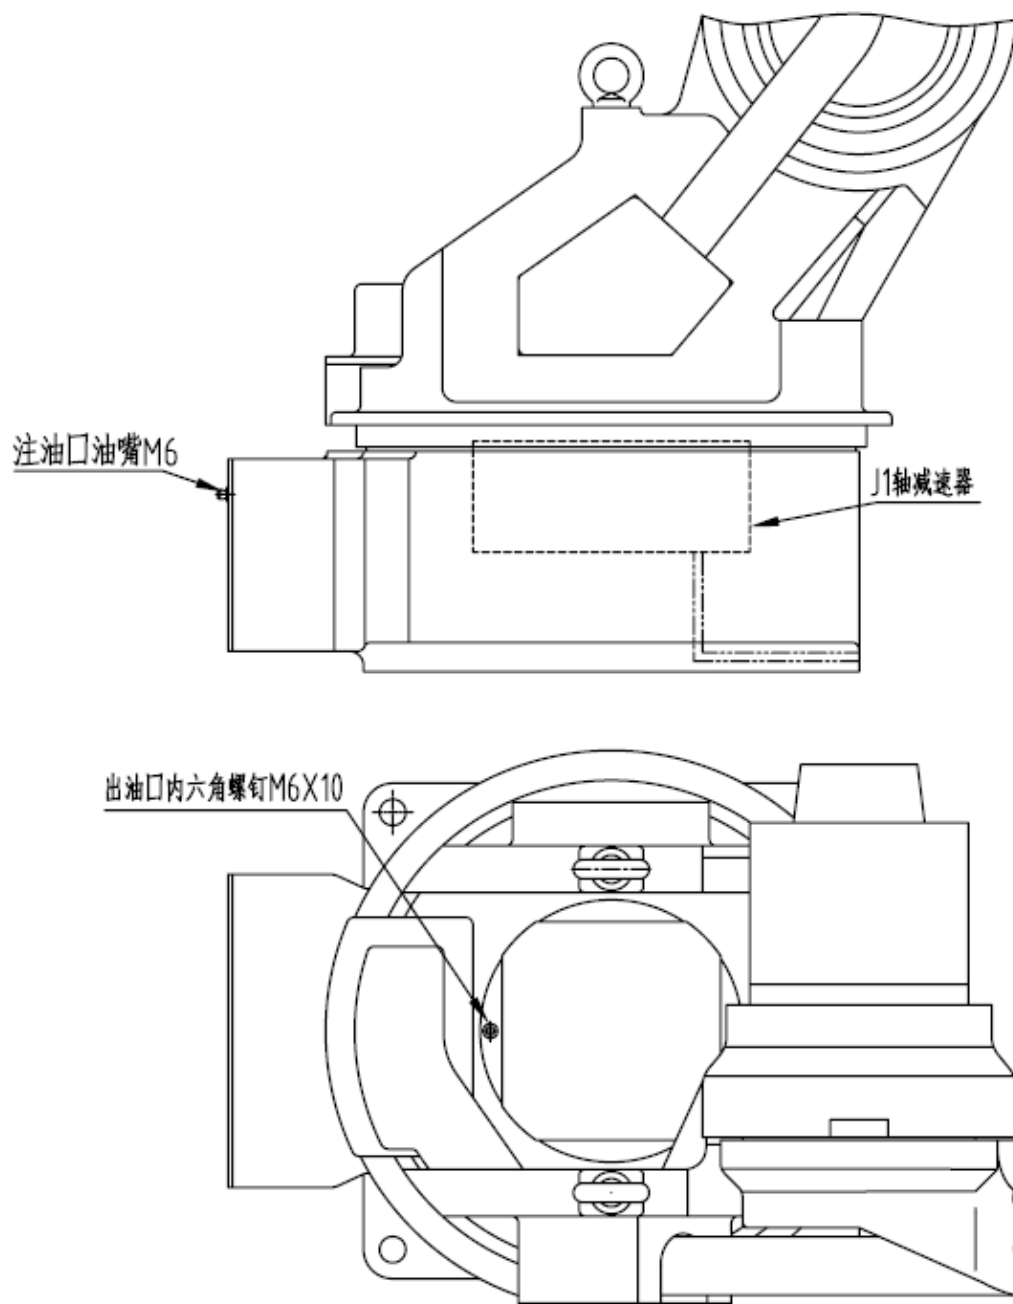

图 13 J1 轴减速机局部结构
(1) 油脂补充步骤（参考 图 13 J1 轴减速机局部结构）
③ 安装排油口堵塞前，运动 J1 轴几分钟，使多余的油脂从排油口排出；
④ 用布擦净从排油口排出的多余的油脂，在排油口安装堵塞。堵塞的螺纹处要缠生胶带并用扳手拧紧。
(2) 油脂更换步骤（参考 图 13 J1 轴减速机局部结构）